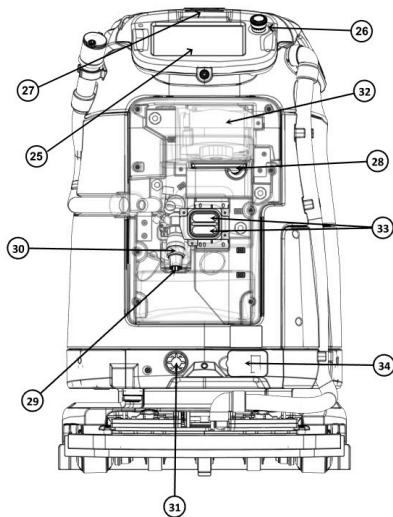

Figura 4
- 25. touchscreen (Figura 4)
- 26. arresto di emergenza (Figura 4)
- 27. telecamera RGB superiore (Figura 4)
- 28. bocchetta di carico dell'acqua pulita (Figura 4)
- 29. scarico dell'acqua sporca (Figura 4)
- 30. valvola a sfera (Figura 4)
- 31. rubinetto dell'acqua pulita (Figura 4)
- 32. motore di aspirazione (Figura 4)
- 33. contatti di ricarica (Figura 4)
- 34. sportellino di protezione (Figura 4)